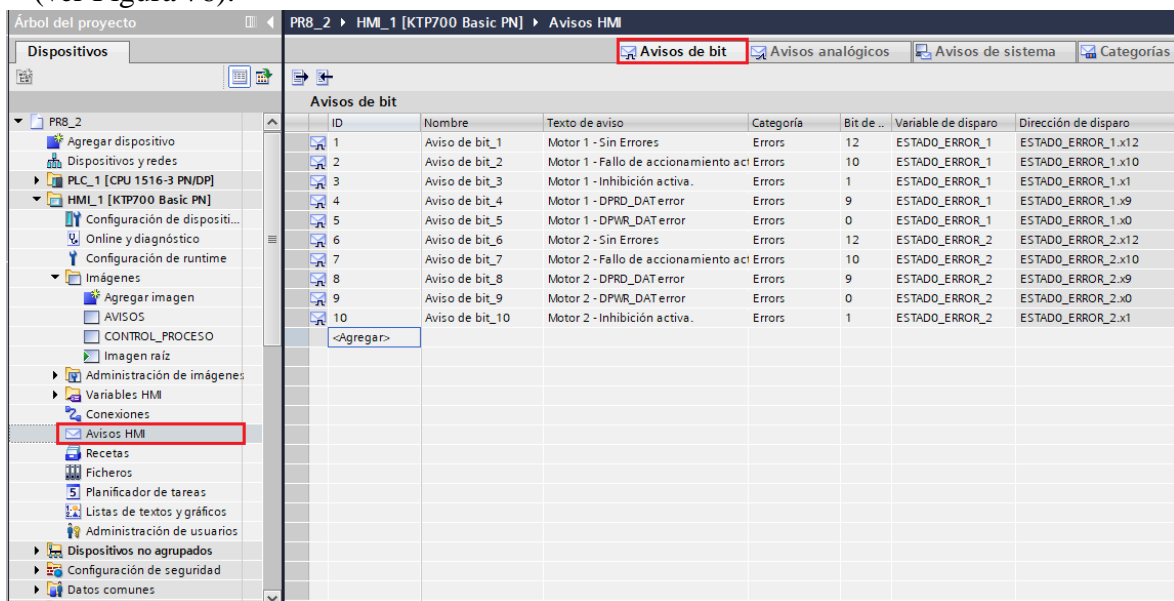

Figura 76. Agregar avisos.
- (2) Para agregar los respectivos avisos se debe ubicar en el “Árbol de proyecto” luego en “HMI_1 [KTP700 Basic PN]” / “Avisos HMI”.
- En esta ventana se deben agregar los avisos para cada motor y el bit de activación correspondiente (ver Figura 76).